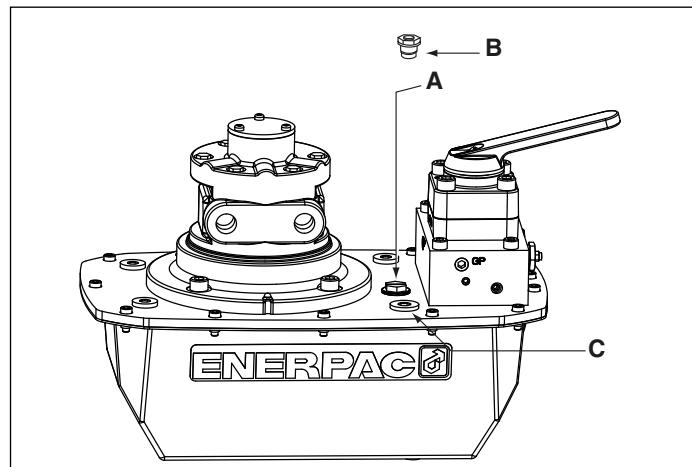
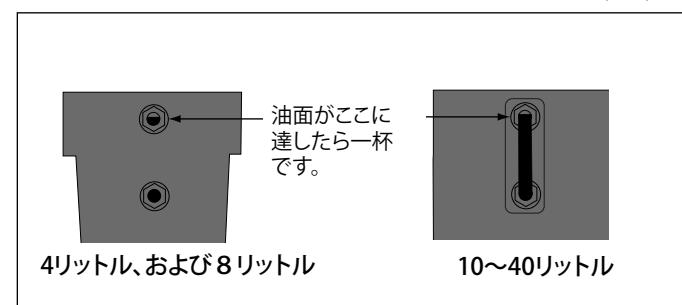

図2、ZA4ブリーザの取り付け
図4
#### 4.1 タンクのブリーザキャップ(図2を参照)
始動前にオイルレベルを確認し、必要であればカバープレートからSAE #10プラグを外してオイルを追加します(図2参照)。オイルレベルがガラスボルトの覗き穴の一番上に達したら一杯です。(図4)
始動前にオイルレベルを確認し、必要であれば補充ポートキャップを外してオイルを追加します。オイルタンクにオイルを追加する前に、シリンドラが完全に後退していることを常に確認してください。図2を参照。
6. オイルタンクに新しいEnerpac油圧油を注入します。タンクは、オイルレベルが覗き穴の中央に達したら一杯です(図4参照)